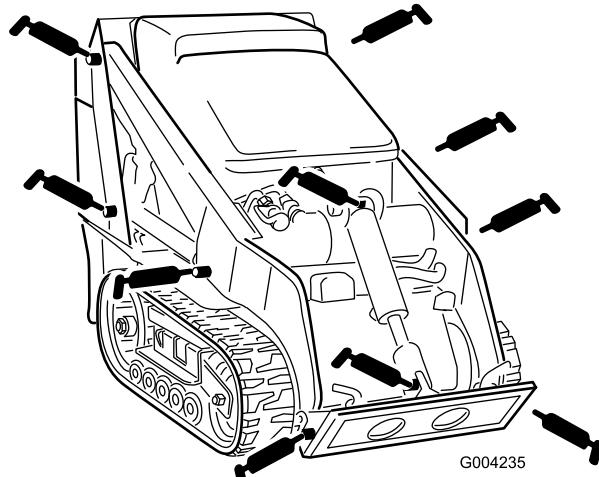
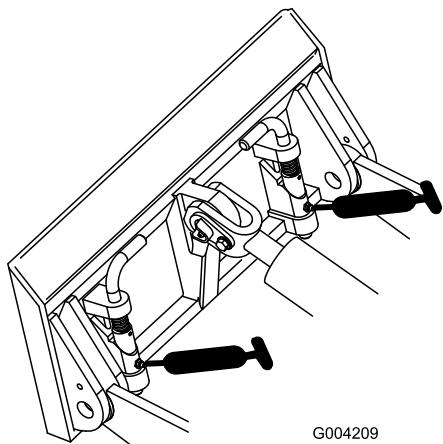

Figura 31
Figura 32
3. Collegare un ingrassatore a pressione a ciascun ingrassatore (Figura 31 e Figura 32).